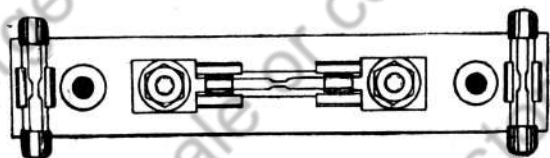

Рис. 54. Плавкий предохранитель. Максимальная сила тока—20 ампер
**Предохранитель.** Все потребители, кроме стартера, системы зажигания, лампочки щитка приборов и закуривателя, включены через плавкий предохранитель. Предохранитель рассчитан на силу тока в 20 ампер. При повышении силы тока он плавится, предохраняя проводку от повреждения. Предохранитель установлен на переднем щитке (рис. 54) и состоит из стеклянной трубочки с металлической провололочкой внутри. По бокам предохранителя установлены держатели для двух запасных трубочек.